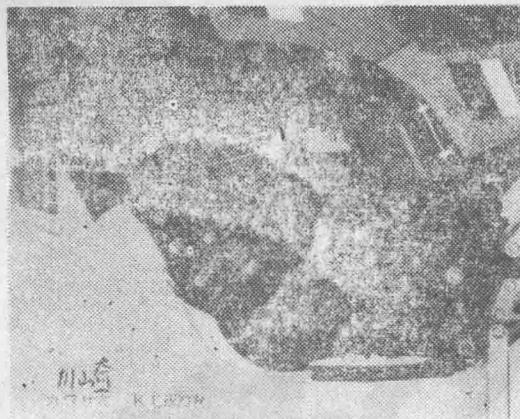

图6 川崎
⑥ 越野车上的单缸发动机，使用水冷却方式已司空见惯了。近年来水冷却方式已经发展到四冲程发动机上，因为风冷在低速行驶时发动机得不到充分冷却，容易因过热而发生故障。另外，气门驱动也多使用DOHC方式(图6)。